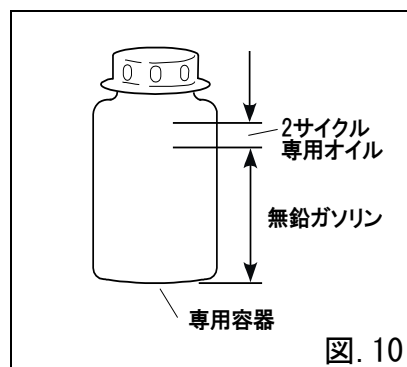

図. 10
- ・ きれいなキャップ付容器に2サイクル専用エンジンオイル 20ml に対して、無鉛ガソリン 1ℓ を入れて、よく振って混ぜ合わせて下さい。(図. 10)